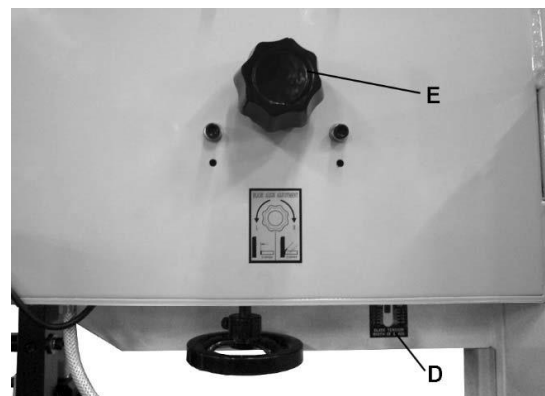

Рис. 9.
4. Используйте индикатор натяжения ленточного полотна (D, Рис. 9) только для примерной настройки. Проверять правильность натяжения следует надавливанием на полотно пальцем.
1. Поворачивайте ручку регулировки хода (E, Рис. 9) по часовой стрелке, чтобы сдвинуть полотно к передней стороне шкива.